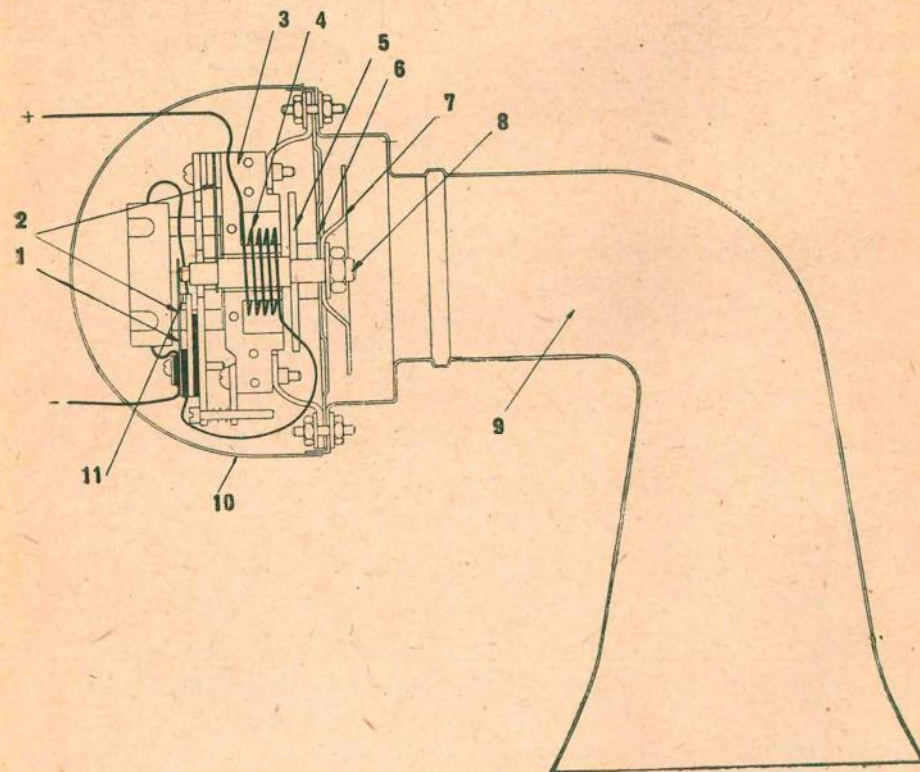

Рис. 40. Схема сигнала Бош.
Гудок состоит из (рис. 40): электромагнита (3), якоря (5), мембраны (6), вибрационного диска (резонаторного) (7), прерывателя (11), конденсатора (1) и рупора (9).